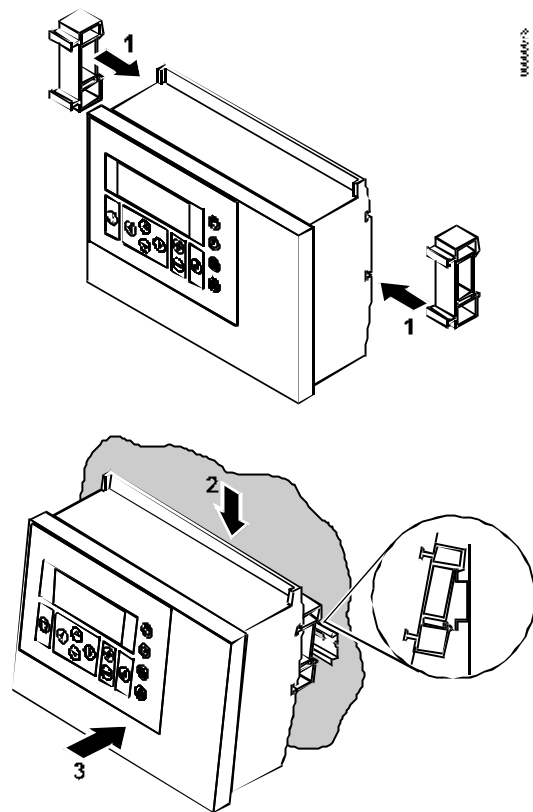

Fig. 14. Montaje en cabina con MMI.
6. Ajustar los clips de montaje en carril DIN a la carcasa, según Fig. 14.